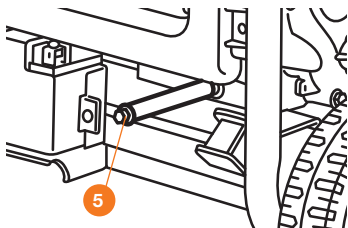
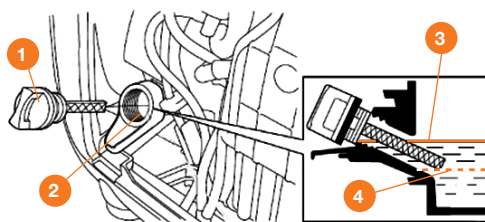

Рис. 9
Рис. 10
- Разместите под двигателем подходящую емкость для сбора масла, затем снимите крышку/щуп ❶ маслозаливной горловины ❷ (Рис. 10).
- Выкрутите масляную пробку (Рис. 9). Дайте отработанному маслу стечь полностью, утилизируйте его способом, который не повредит окружающей среде. Мы рекомендуем доставить отработанное масло в закрытой емкости в местный центр утилизации отходов.
- Установите генератор на горизонтальную твердую поверхность, залейте рекомендованное масло по уровню (❸ верхний предел, ❹ нижний предел).
- Установите на место пробку/щуп ❶ маслозаливной горловины и надежно зафиксируйте ее (Рис. 10).